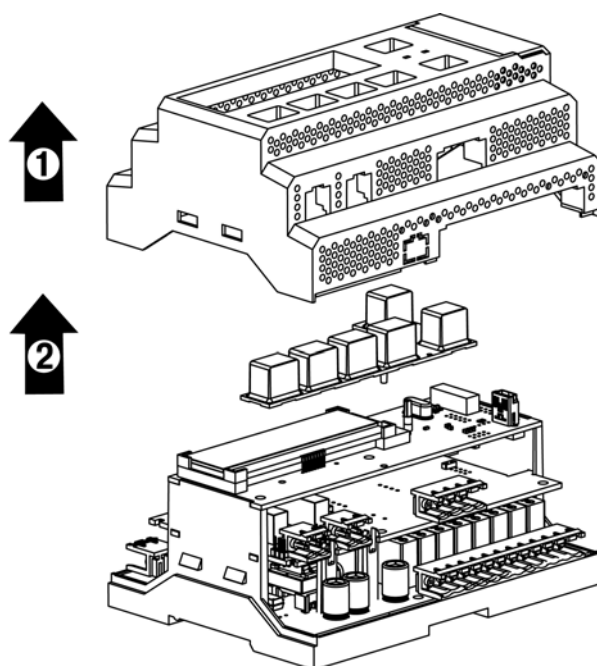

Рисунок 8.9 – Схема разборки ПР200. Снятие верхней крышки
2. Снять верхнюю крышку, убрать клавиатуру (см. рисунок 8.9).